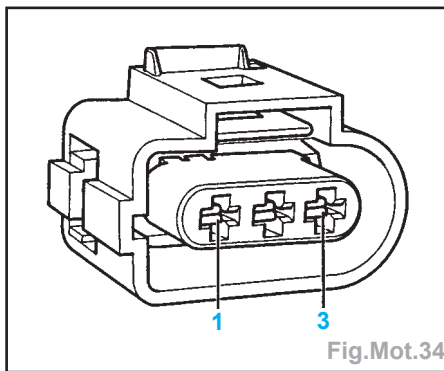

Fig.Mot.34
- Contrôler, en fonction du schéma de parcours du courant, si les câbles ne présentent pas de coupure entre le boîtier de contrôle et la fiche à 3 raccords (Fig.Mot.34).